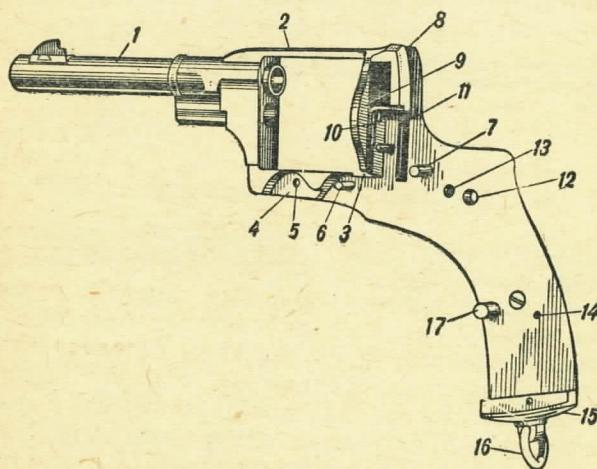

Рис. 8. Рамка с ввинченным стволовом;
10. **Рамка** (рис. 8) служит для соединения всех частей револьвера.